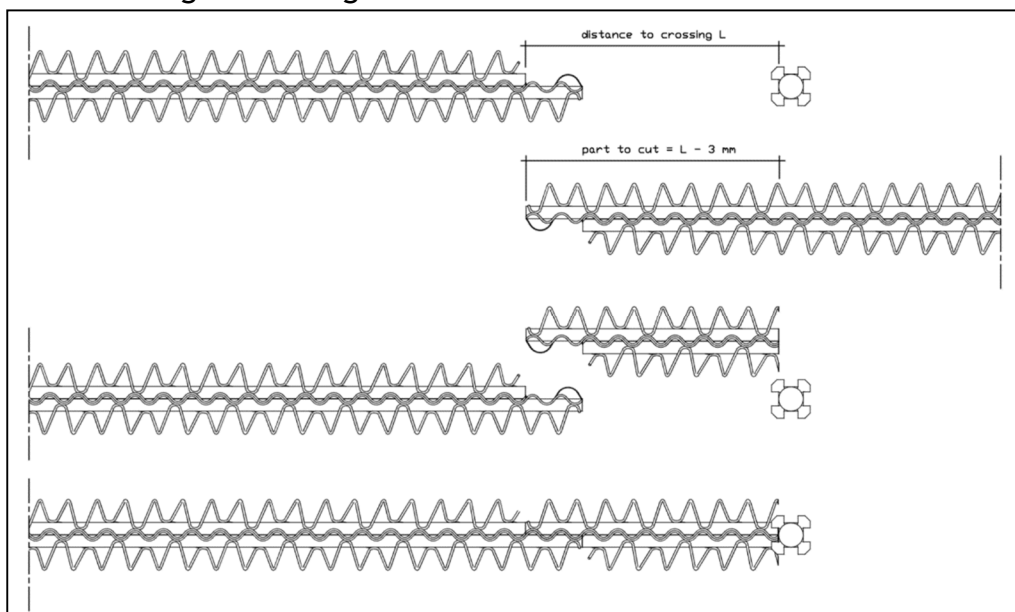

Bild 2: Füllen der Lücke zwischen letzter ganzer Fuge und Kreuzungselement.
**Schritt 3:** Messen Sie die Lücke zwischen der zuletzt verlegten Fuge und dem Kreuzungselement (Bild 2) und schneiden Sie eine neue Fuge auf die passgenaue Länge. Belassen Sie dabei die Verankerungsbewehrung auf der maximal möglichen Länge.